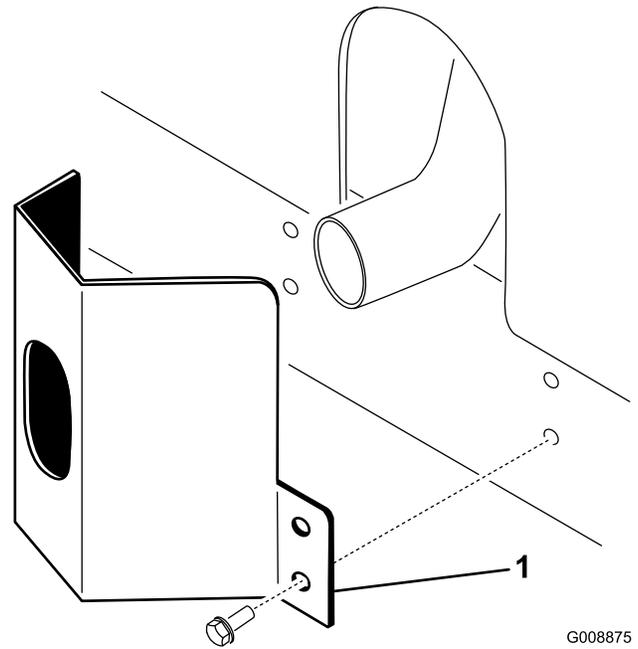

Figure 11
- 2. Fixez la protection de l'échappement au châssis à l'aide de 4 vis autotaraudeuses (Figure 11).
1. Placez la protection de l'échappement autour du silencieux et alignez les trous de montage avec ceux du châssis (Figure 11).